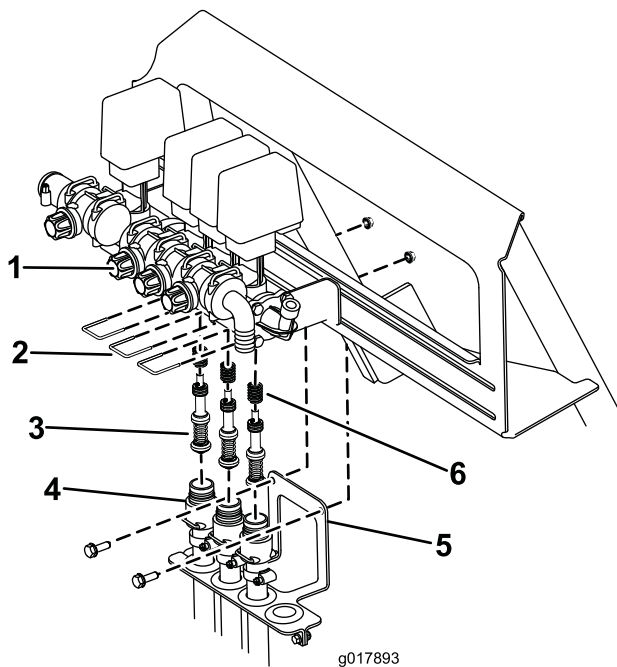

Figura 73
- B. Retire os 3 eixos que prendem os encaixes da válvula ao conjunto da válvula (Figura 73).
pulverizador (Figura 73). Baixe os tubos afastando-os do conjunto da válvula.
- D. Utilizando uma chave Allen de 3 mm, retire os parafusos que prendem os conjuntos dos pistões no conjunto da válvula. Certifique-se de que conta com as molas na válvula (Figura 73).